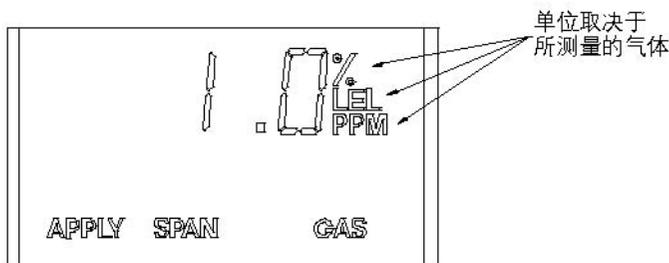

图2-6 通入量程气体标志
5. 在零点成功标定后，探测器将自动开始量程标定，倒计时30S。（见图2-6）